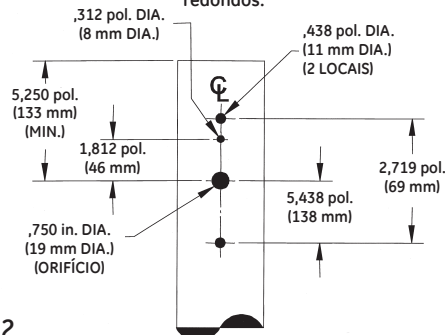

FIGURA 2
- O padrão do orifício em postes redondos deve estar de acordo com a figura 2.